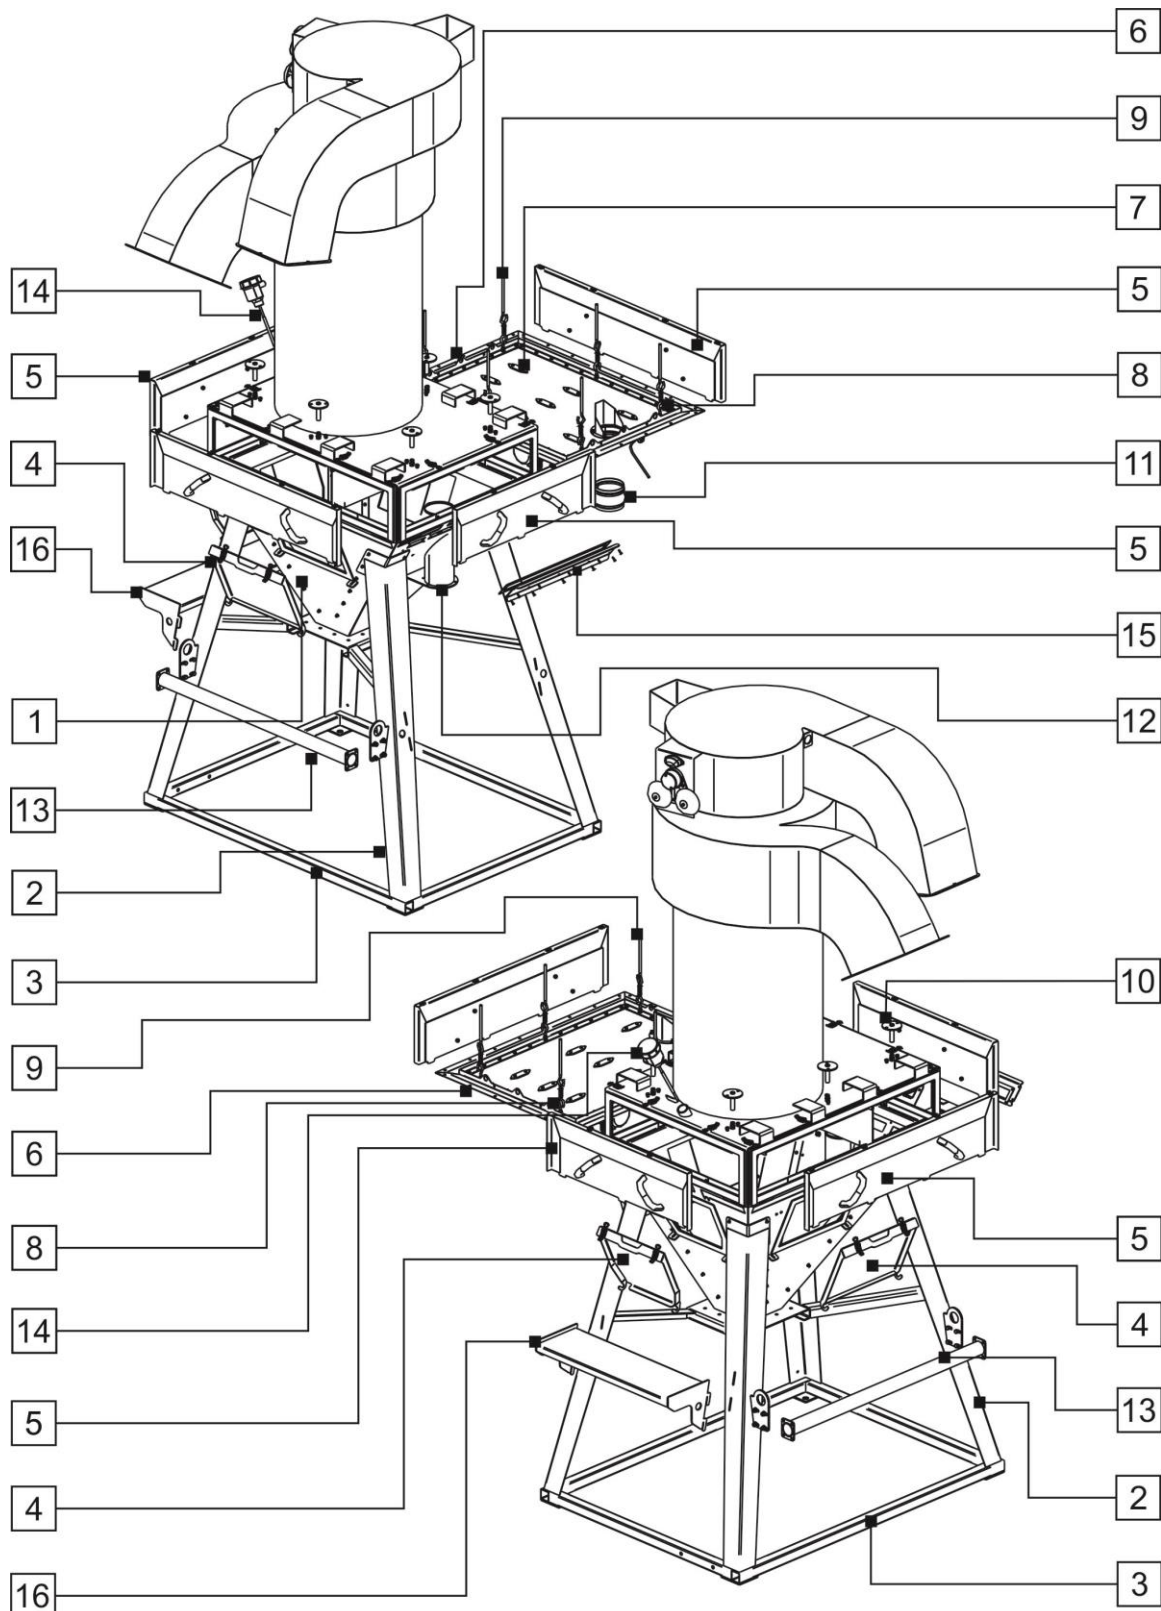

Рис. 15.
Узел рассеивания (Рис. 15) состоит из корпуса (1) в виде усеченной перевернутой пирамиды, установленной на стойках (2), связанных в нижней части рамой (3). Стенки корпуса (1) снизу закрыты люками (4), а в верхней части крышками (5), которые открывают доступ к внутренним частям узла рассеивания.